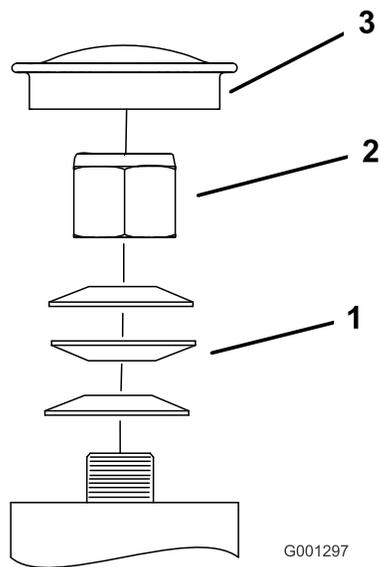

Figura 59
3. Retire o tampão antipoeira da roda e aperte a porca de freio (Figura 59).
4. Aperte a porca de freio até que as anilhas de mola estejam planas e, em seguida, recue 1/4 de volta para aplicar devidamente a pré-carga nos rolamentos (Figura 59).
5. Instale o tampão antipoeira (Figura 59).
Importante: Certifique-se de que as anilhas de mola estão correctamente montadas como apresentado em Figura 59.